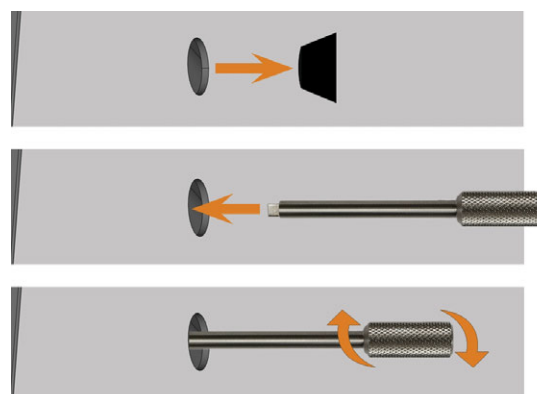

FIG. 48 UTILISER LA CLÉ DE DÉVERROUILLAGE DE SÉCURITÉ
2. Désactivez le verrouillage de sécurité de la porte de la chambre de travail, comme indiqué sur la figure (→ Fig. 48 en dessous) :